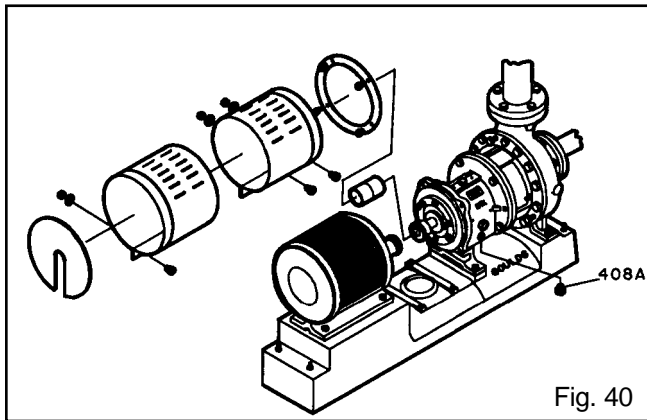

Fig. 40
- Si la bomba está lubricada con aceite, drene el aceite del bastidor de cojinetes quitando el tapón de drenaje (408A) del bastidor. Reinstale el tapón una vez que haya drenado el aceite. Retire el tanque de aceite, en caso de haberlo (Fig. 40).